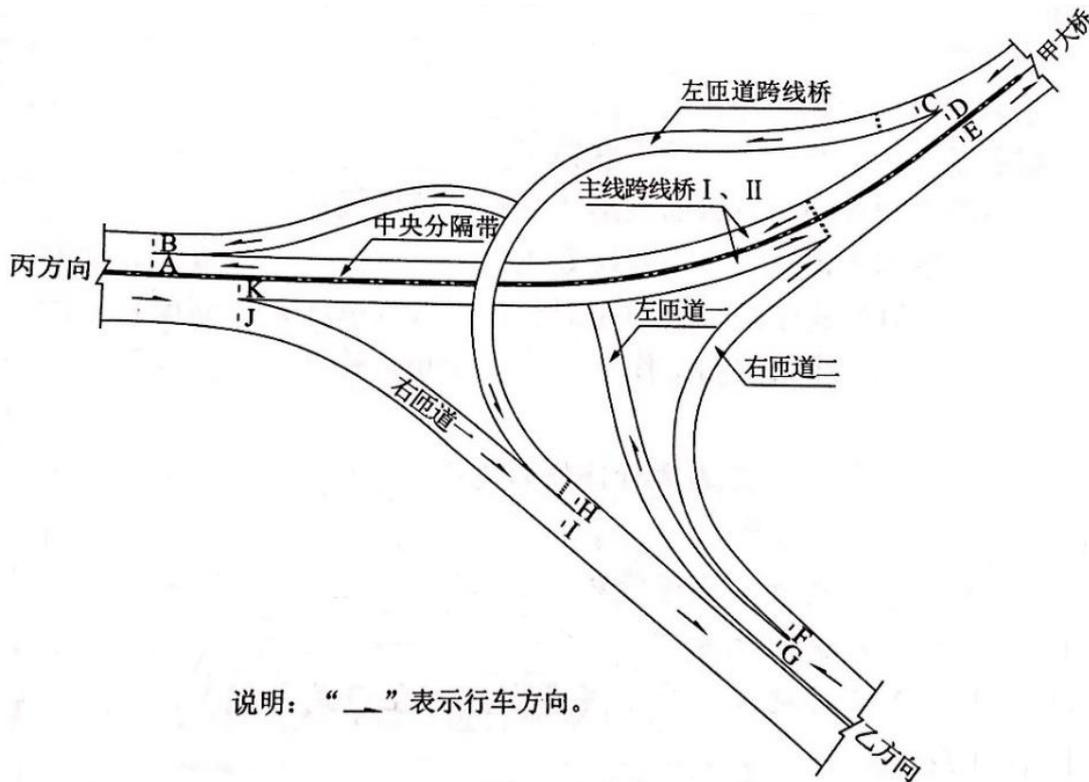

图 5-1 互通工程平面布置示意图
某公司承建一座城市互通工程, 工程内容包括①主线跨线桥 (I、II)、②左匝道跨线桥、③左匝道一、④右匝道一、⑤右匝道二等五个子单位工程, 平面布置如图 5-1 所示。
事件一、为限制超高车辆通行, 诛仙跨线桥和左匝道跨线桥施工期间, 在相应的道路上设置车辆通行限高门架, 其设置的位置选择在图 5-1 中所示的 A~K 的道路横断面处。
- 事件一中, 主线跨线桥和左匝道跨线桥施工期间应分别在哪些位置设置限高门架? (用图 5-1 中所示的道路横断面的代号“A~K”表示)